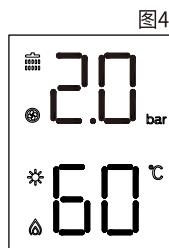

图4
- 夏季模式:显示屏显示“”如图4,如有生活热水需求,显示屏“”点亮。停止使用生活热水后,器具停止工作,返回夏季待机状态。